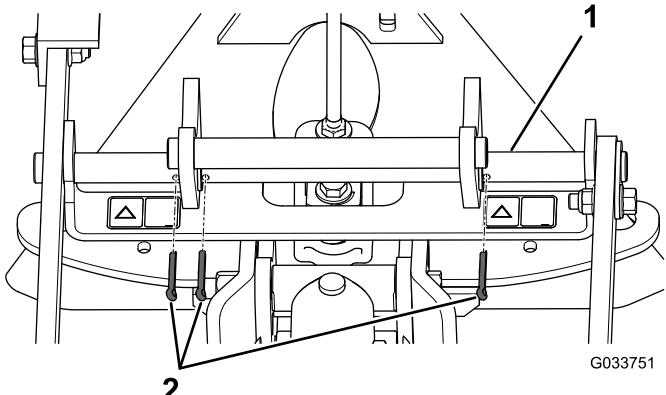

**Рисунок 5**
2. Вставьте поворотную штангу в отверстия (Рисунок 5).
3. Совместите отверстие в крепежной пластине с отверстием в подъемном рычаге и установите болт с фланцевой головкой и фланцевую контргайку (Рисунок 5).